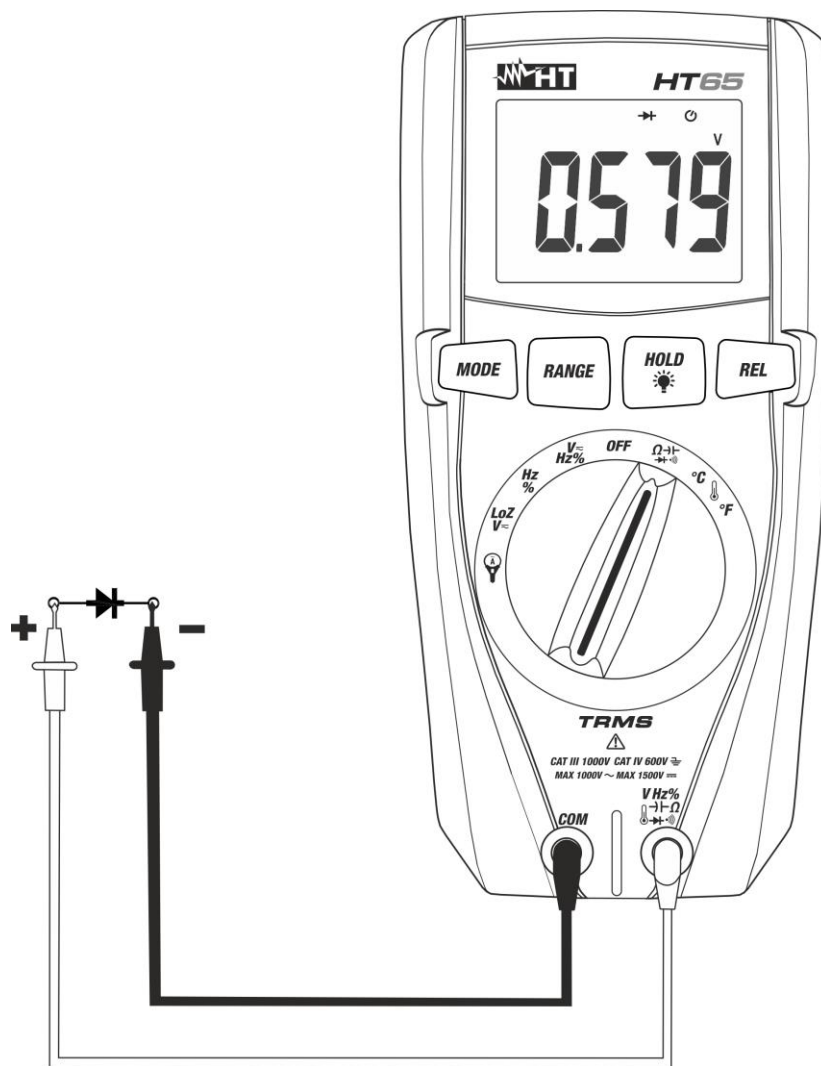

Fig. 7: Uso dello strumento per la Prova Diodi
4. Posizionare i puntali ai capi del diodo in esame (vedere Fig. 7) rispettando le polarità indicate. Il valore della tensione di soglia in polarizzazione diretta è mostrato a display
6. Se lo strumento visualizza il messaggio "OL" i terminali del diodo sono invertiti rispetto a quanto indicato in Fig. 7 oppure la giunzione P-N del diodo è danneggiata